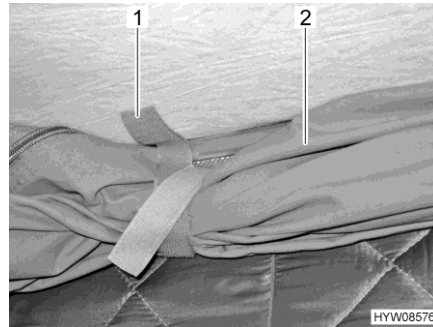

Fig. 19 Pattes de retenue
- Ouvrir les pattes de retenue (Fig. 19,1) sur la toile de tente enroulée (Fig. 19,2).
- Enrouler la toile de tente (Fig. 19,2) et la fixer avec les pattes de retenue (Fig. 19,1).